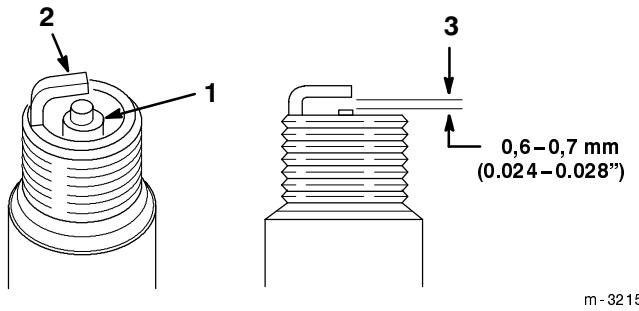

Figure 32
1. Inspecter le centre des bougies (Fig. 32). Si le bec de l'isolateur est recouvert d'un léger dépôt gris-brun, le moteur fonctionne correctement. S'il est couvert d'un dépôt noir, c'est généralement signe que le filtre à air est encrasé.
2. Contrôler l'écartement entre l'électrode centrale et l'électrode latérale (Fig. 32). Courber l'électrode latérale (Fig. 32) si l'écartement est incorrect.